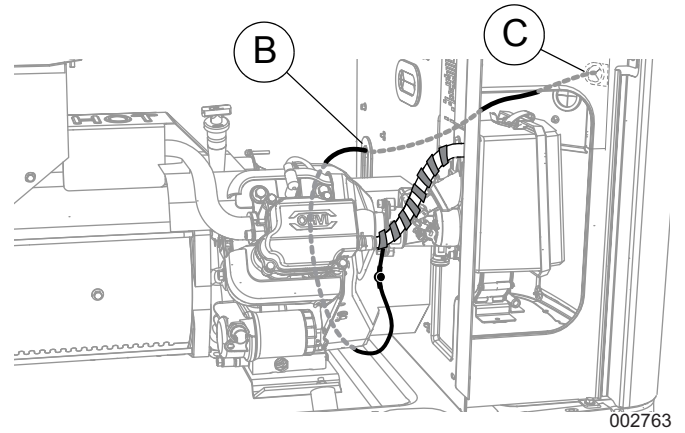

Figura 5. Cables conductores a la conexión del cliente (9 kW)
3. Vea la **Figura 5**. Pase los cables conductores a través del ojal protector del arnés (B) en el panel divisor del motor y después a través del ojal protector del tablero de conexiones del cliente (C). Fije todos los cables con amarres de cables de plástico separados 0,5 pulg. (1 cm) como mínimo de las mangueras de combustible.